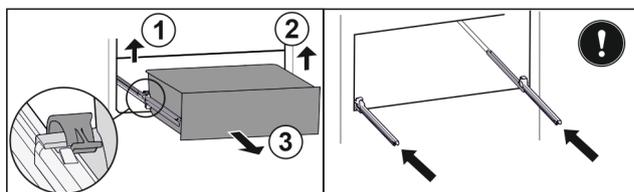

Fig. 115
- ▶ 提起左侧夹子，同时将抽屉左侧向前拉。 Fig. 115 (1)
- ▶ 提起右侧夹子，同时将抽屉右侧向前拉。 Fig. 115 (2)
- ▶ 朝前取出抽屉。 Fig. 115 (3)